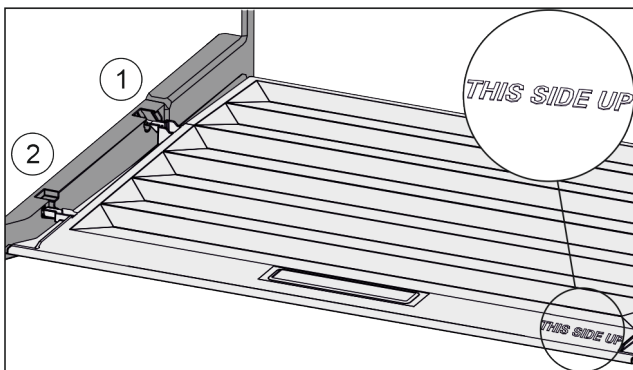

Fig. 103
- ▶ Skyv inn dekseltrinn via åpningen til bakre holder Fig. 103 (1) og klikk dem på plass i fremre holder Fig. 103 (2).